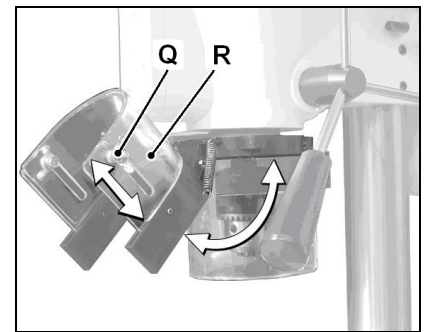

Рис. 4
Ослабьте винты (Q, Рис. 4), чтобы отрегулировать положение прозрачного экрана (R) по высоте.